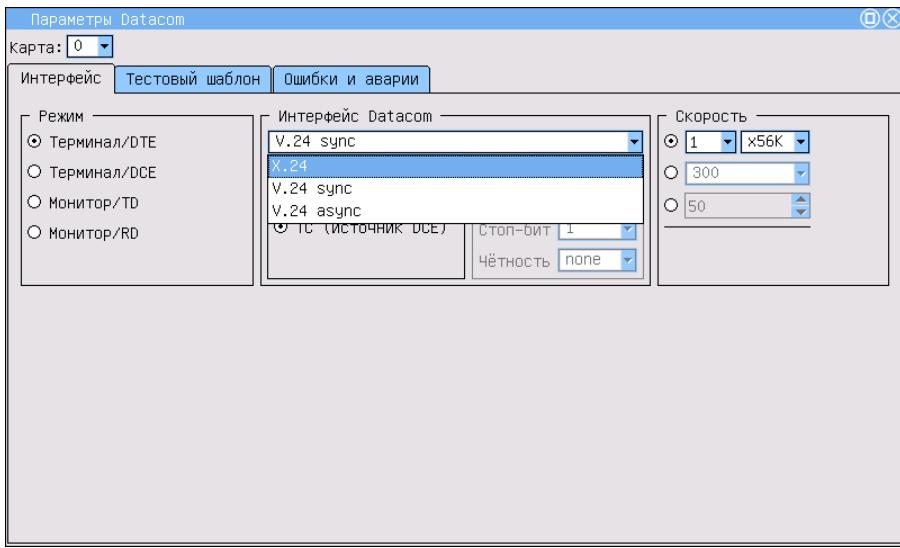

Рис. 3.3. Выбор типа интерфейса
4. Поле **Интерфейс Datacom** позволяет выбрать тип интерфейса на основании используемых протоколов данных (рис.3.3):